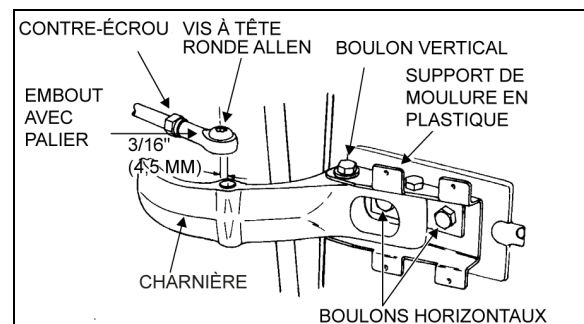

FIGURE 28 : CHARNIÈRE DE PORTE SUPÉRIÈRE 18058
- Retirer la vis à tête ronde Allen et la rondelle qui maintiennent l'embout à rotule sur la charnière supérieure. Voir la Figure 28.